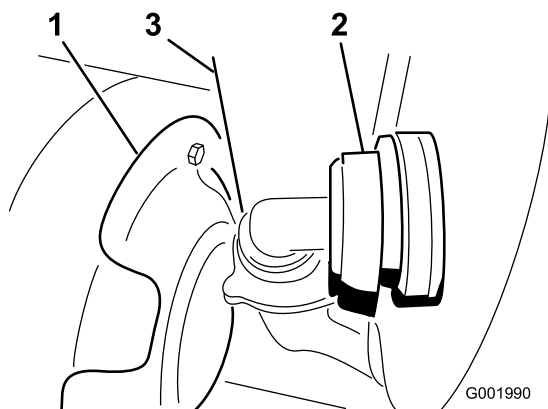

Figura 57
3. Retire a tubagem localizada em baixo na parte da frente do depósito (Figura 57).
Nota: Pode ser necessário fazer recuar a protecção contra o calor (Figura 57) quando retirar a tampa.
- Ligue a tubagem na parte da frente do depósito (Figura 57).